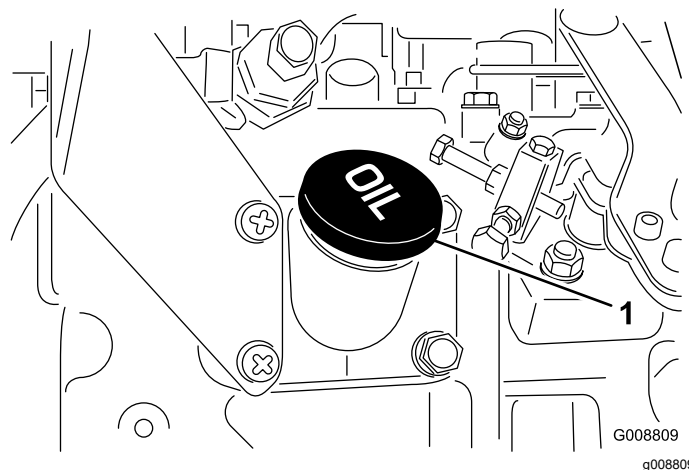

図 36
4. 不足している場合安全範囲よりも下は、補給管についているキャップ 図 36を取り、Full 位置までオイルを補給する。